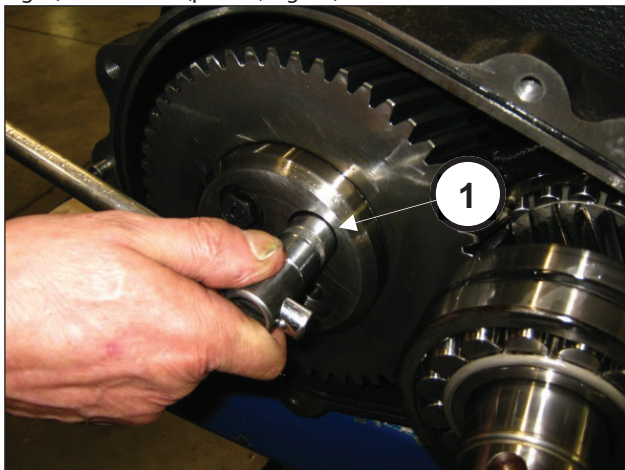
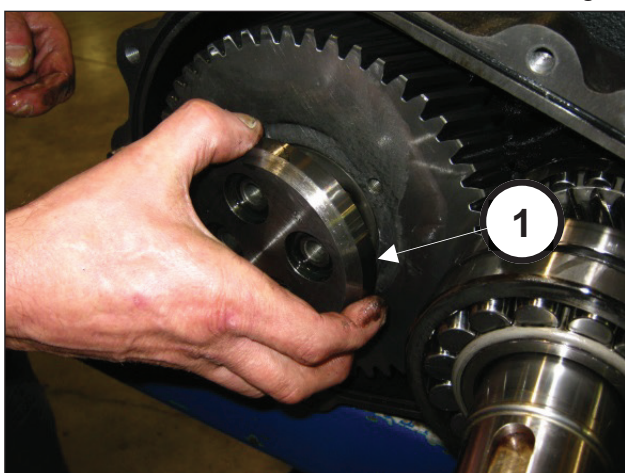

Fig. 9
Fig. 10
No fim da operação, retire a tampa do redutor. Desaperte os parafusos que fixam a retenção da coroa (pos. ①, Fig. 9) e remova-a (pos. ①, Fig. 10).